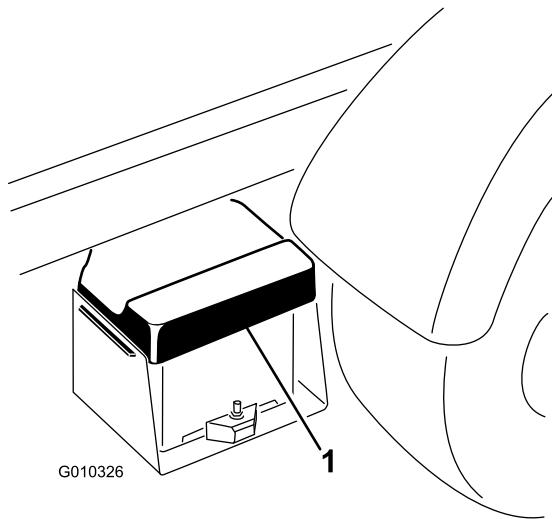

Figure 3
- A. Appuyez sur le couvercle de la batterie pour dégager les pattes de la base de la batterie (Figure 3).
- B. Enlevez le couvercle de la base de la batterie (Figure 3).
2. Serrez le couvercle de la batterie, alignez les pattes sur la base de la batterie, et relâchez le couvercle de la batterie (Figure 3) ; voir Préparatifs d'installation du kit.